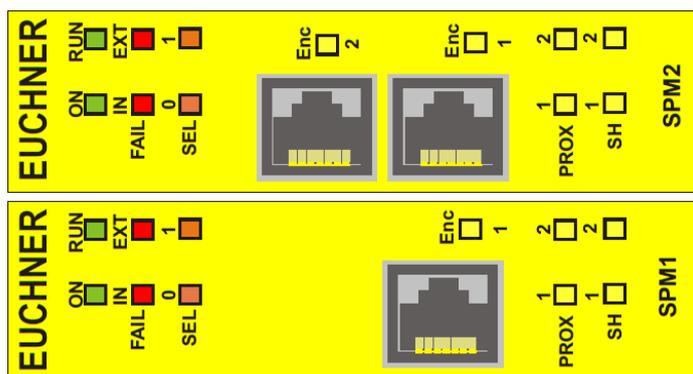

Figura 26:
8.3.14. Moduli SPMO – SPM1 – SPM2 (Figura 26)